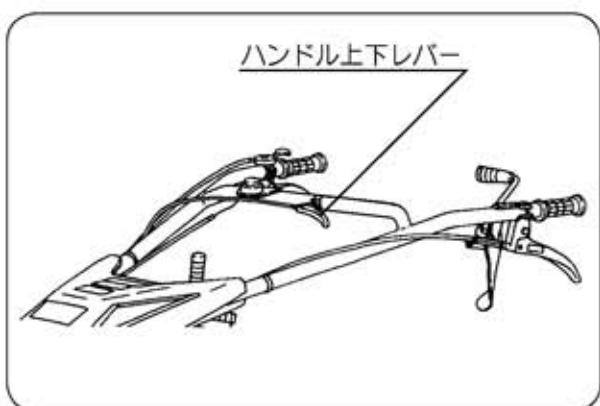

図22
- ①ハンドル上下レバーを握りハンドルを上に上げてから操作してください。(図22)